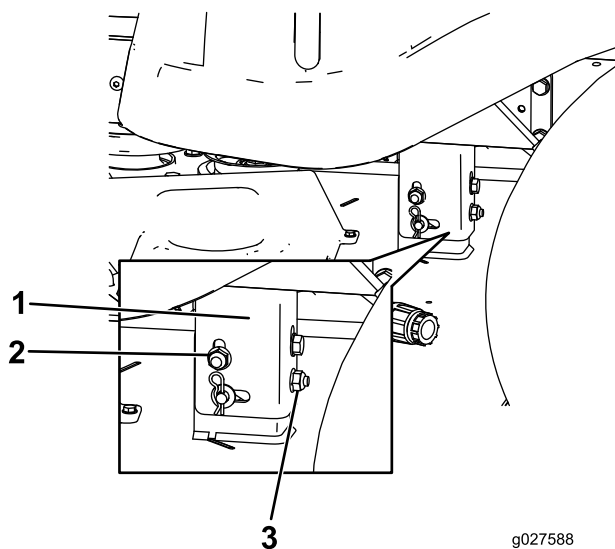

**Figura 55**
1. Affilate i taglienti da entrambe le estremità della lama con una lima (Figura 55).